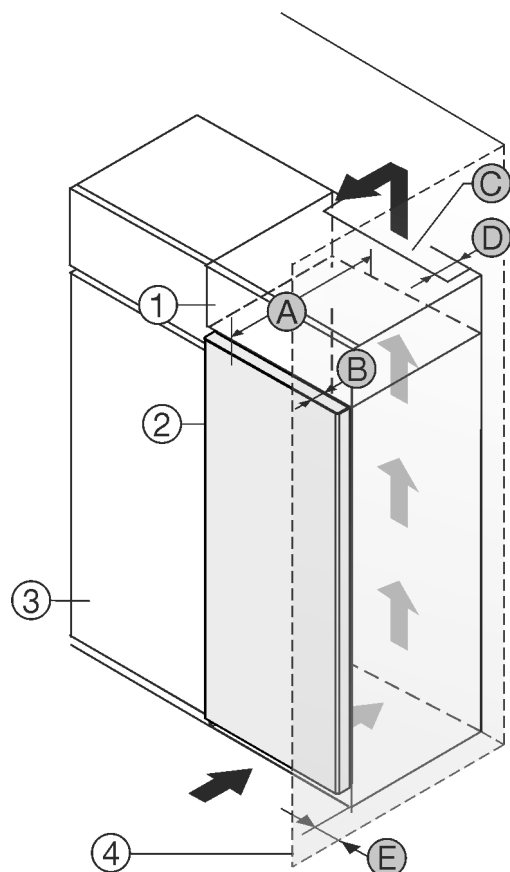

Fig. 1
- (1) Opbouwkast *
- (2) Apparaat *
- (3) Keukenkast *
- (4) Wand *
- (A) Diepte apparaat *
- (B) Diepte deur *
- (C) Ventilatie doorsnede *
- (D) Afstand achterzijde apparaat *
- (E) Afstand tot apparaatzijde *
U kunt het apparaat direct naast de keukenkast Fig. 1 (3) opstellen.*
Aan de achterzijde van de opzetkast moet een luchtafvoerkanaal met de diepte Fig. 1 (D) over de volledige breedte van de opzetkast aanwezig zijn.*
Onder het plafond moet de ventilatie doorsnede Fig. 1 (C) worden aangehouden.*
Als u het apparaat met de scharnieren naast een wand Fig. 1 (4) plaatst, moet de afstand tussen het apparaat en de wand minimaal 13 mm bedragen.*
Om de deuren volledig te kunnen openen, moet het apparaat overeenkomstig de deurdiepte *Fig. 1 (B)* ten opzichte van het keukenkastfront uitsteken. Afhankelijk van de diepte van de keukenkasten *Fig. 1 (3)* en het gebruik van de wandafstandhouders kan het apparaat verder uitsteken.*